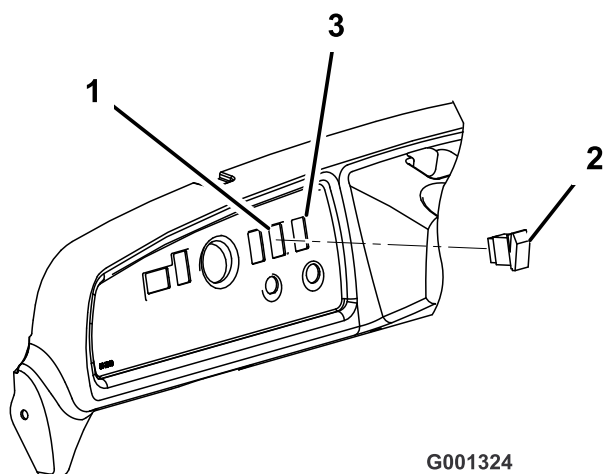

Figure 9
8. Enlevez le cache qui masque le trou de droite du tableau de bord (Figure 9).
9. Branchez l'interrupteur au connecteur d'accessoire dans le tableau de bord. Insérez l'interrupteur dans le trou du tableau de bord (Figure 9).
10. Branchez l'interrupteur au connecteur de faisceau dans le tableau de bord. Insérez l'interrupteur dans le trou du tableau de bord (Figure 9).